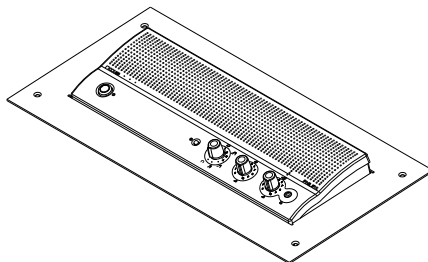

Fig. 4
- Op een tafel. Daartoe dienen vier gaten in de tafel te worden geboord zoals aangegeven in Fig. 4, waarna de CPSU met vier M3-schroeven wordt vastgezet.